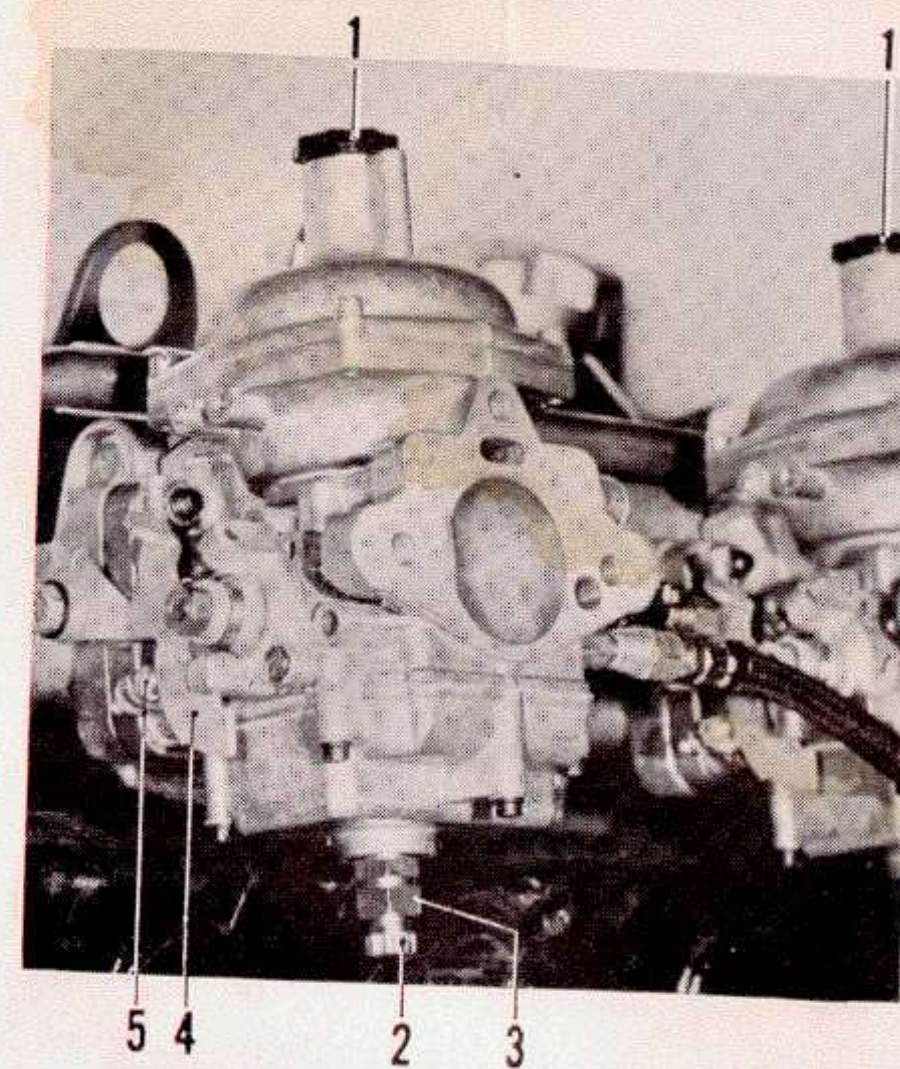

Fig. 47
1. Demontera insugningsljuddämpare och flamdämpare samt skruva loss dämpcylindrarnas proppar (1 fig. 47). Skruva in volymskruven (2 fig. 47) på samtliga förgasare så långt att de precis når vakuumpolvens undersida. Använd
- a. Skruva loss sexkantskruven under flottörhuset (3 fig. 47) minst ett varv, varigenom styrbrickan för munstyckets centrering blir avlastad.